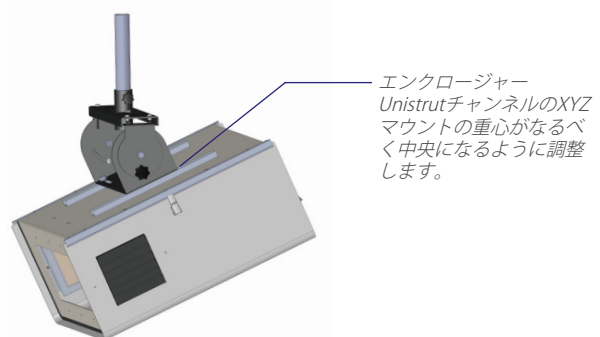

Figure 2
6. 重心のセンターになるべく近くなる様に、Unistrutチャンネルに沿ってXYZマウントの位置を調整します。(図2参照)